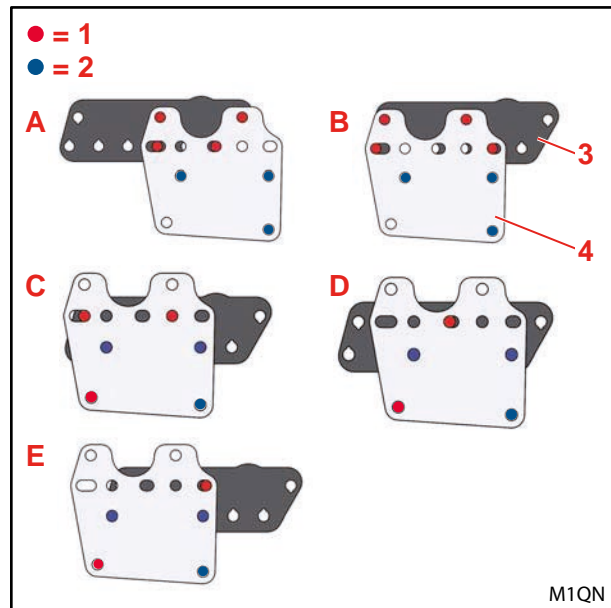

Fig. 12 Positions de montage des vannes sur le support de l'élément de montage droit
i Le montage des vannes peut se faire sur différentes positions (voir Fig. 12).
- (4) Monter les vannes sur l'élément de montage droit sur la tôle de maintien ou la tôle de maintien et support à l'aide des goujons et des écrous hexagonaux.
- (5) Sur les positions de montage C, D et E (voir Fig. 12), monter en plus les vannes sur la tôle de maintien avec 1 vis à tête hexagonale M8x30 et 1 anneau à bord d'arrêt.